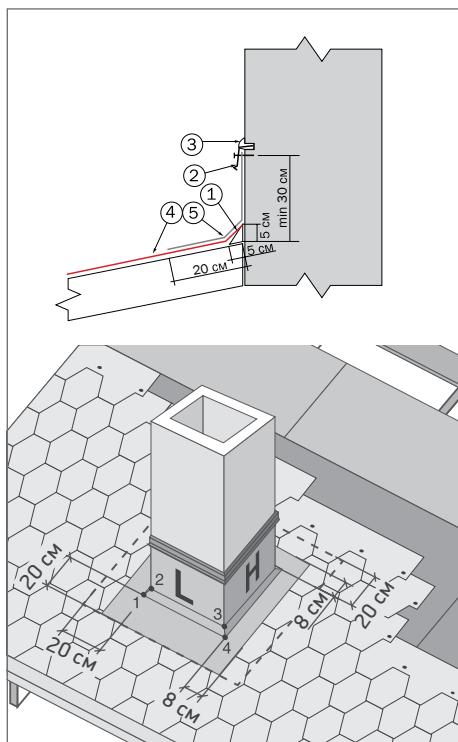
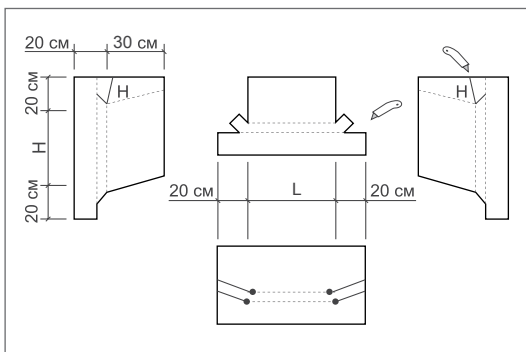
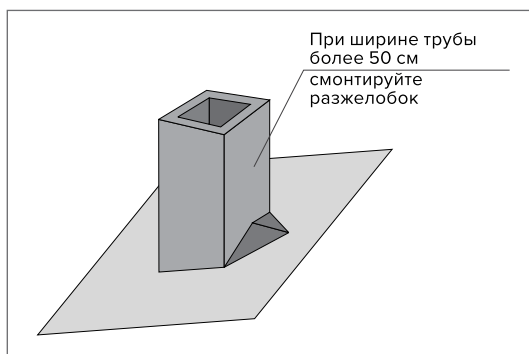

Рис. 20
Рис. 21
Рис. 23
В местах стыков ската кровли со стенами (Рис. 20) набивается треугольная рейка (1), на которую заводится рядовая черепица (4). В качестве треугольной рейки может быть использован деревянный брус 50 × 50 мм, распущенный по диагонали, либо обычный деревянный плинтус (1). Если поверхность вертикальной стены кирпичная, то ее необ-
Для герметизации дымовых и вентиляционных труб делают выкройку либо из ендового ковра (Рис. 21), либо из металла с антикоррозионным покрытием (Рис. 23). Полученные выкройки сгибаются или надрезаются в определенных местах. Способ монтажа показан на рис. 20. Первоначально монтируется лицевая выкройка с заводом на рядовую черепицу. Затем монтируется левая и правая,
Для предотвращения скапливания снега за дымовыми и вентиляционными трубами, если их сечение превышает 500 × 500 мм и они расположены поперек ската, рекомендуется устраивать разжелобок (Рис. 23).